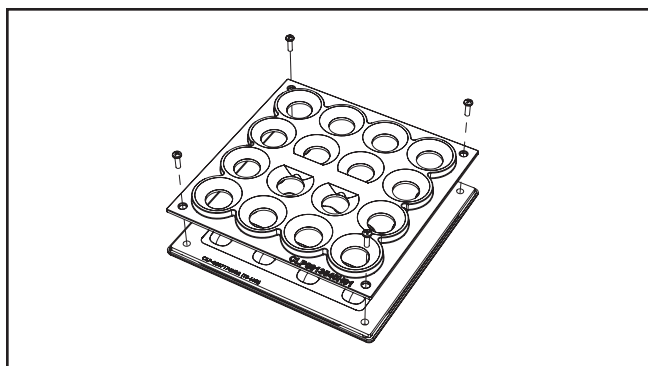

Figure 1.
- Retirez les quatre (4) vis fixant le luminaire carré et la garniture circulaire au luminaire.
- Retirez la garniture circulaire et placez l'écran sur le luminaire carré, comme montré. (Fig. 1).
- Installez l'écran au luminaire carré en utilisant les quatre (4) vis fournies avec l'écran.